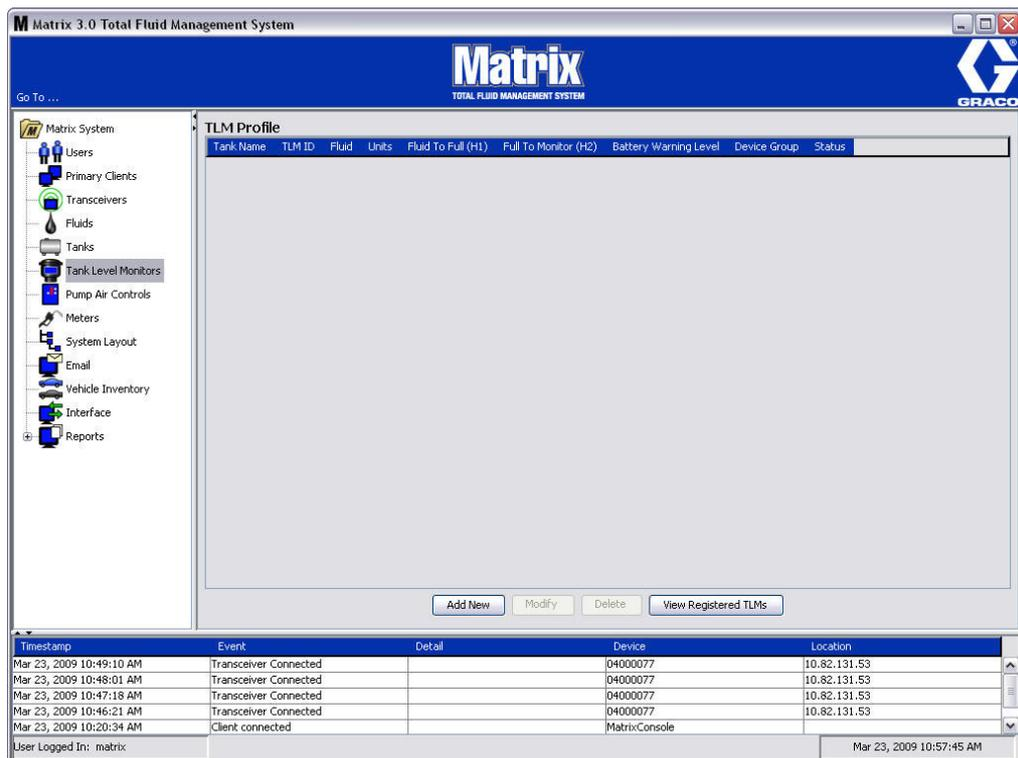

ABB. 107
Das in ABB. 107 auf Seite 88 gezeigte Fenster dient dazu, in einem Matrix-System Tankfüllstandswächter hinzuzufügen, zu bearbeiten, zu entfernen und ein Profil für sie zu erstellen. In jeden Tankfüllstandswächter ist eine eindeutige Geräte-ID eingebettet. Diese Geräte-ID unterscheidet die Tankfüllstandswächter voneinander.
2. Klicken Sie auf die Schaltfläche „Neu hinzufügen“, um ein Profil zu erstellen oder einen neuen Tankfüllstandswächter zum Matrix-System hinzuzufügen (ABB. 107).